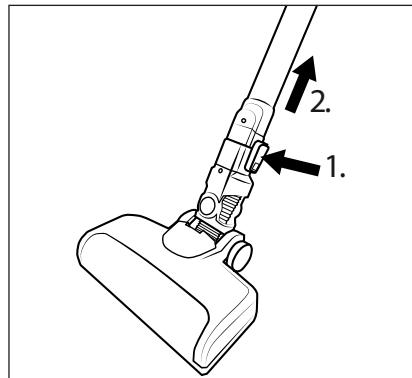

Fig. 12
- ◆ Para desmontar el cepillo para suelos ① del tubo de aspiración ③, mantenga pulsado el botón de desencastre del cepillo para suelos ② y tire del tubo de aspiración ③ para extraerlo del cepillo para suelos ① (consulte la fig. 12).